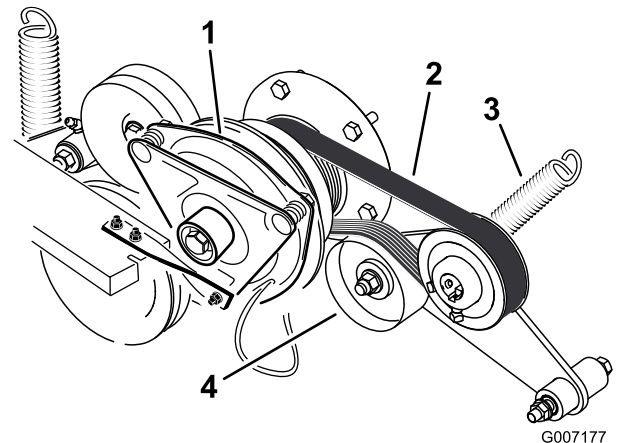

Figura 69
3. Retire el muelle del brazo de la polea tensora (Figura 69).
4. Instale la correa nueva alrededor de la polea del motor y de la bomba hidráulica (Figura 69).
6. Instale el muelle en el brazo tensor (Figura 69).